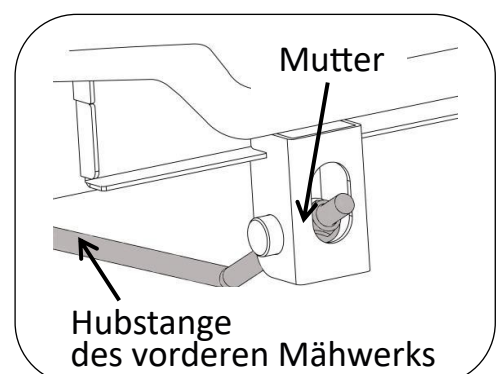

Abbildung 5.2
4. Stellen Sie die Sicherungsmuttern so ein, dass das Mähwerk Kontakt mit den 31-mm-Klötzen hält. Siehe Abbildung 5.2